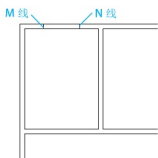
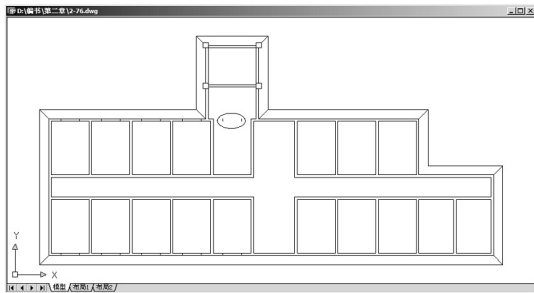

图 2.74 绘制门窗洞口线
图 2.76 用【阵列】命令生成门窗洞口线
(3) 单击【修改】工具栏上的【偏移】图标或在命令行输入“O”并按 Enter 键，启动【偏移】命令。
① 在指定偏移距离或 [通过 (T)/ 删除 (E)/ 图层 (L)] < 通过 >: 提示下, 输入门窗洞口的宽度 “1800”, 然后按 Enter 键进入下一步命令。
② 在 **选择要偏移的对象, 或 [退出 (E)/ 放弃 (U)] < 退出 >**: 提示下, 用拾取的方法选择刚才绘制的 M 垂直线, 此时该线变虚。
③ 在 **指定要偏移的那一侧上的点, 或 [退出 (E)/ 多个 (M)/ 放弃 (U)] < 退出 >**: 提示下, 单击 M 线右侧的任意位置, 则生成门窗洞口右侧的 N 线, 结果如图 2.74 所示, 按 Enter 键结束命令。
② 单击【阵列】对话框中的【选择对象】按钮, 此时【阵列】对话框消失。然后选择图 2.74 中的 M、N 线后按 Enter 键, 又返回对话框。单击【确定】按钮关闭对话框, 结果如图 2.76 所示。
(2) 将图 2.76 中圆圈所圈定的两个短线擦除。